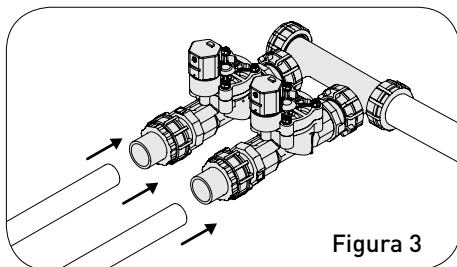

Figura 3
- Si el tubo de PVC es de $\frac{3}{4}$ ", conéctelo directamente al Adaptador de transición (F) (Figura 3).